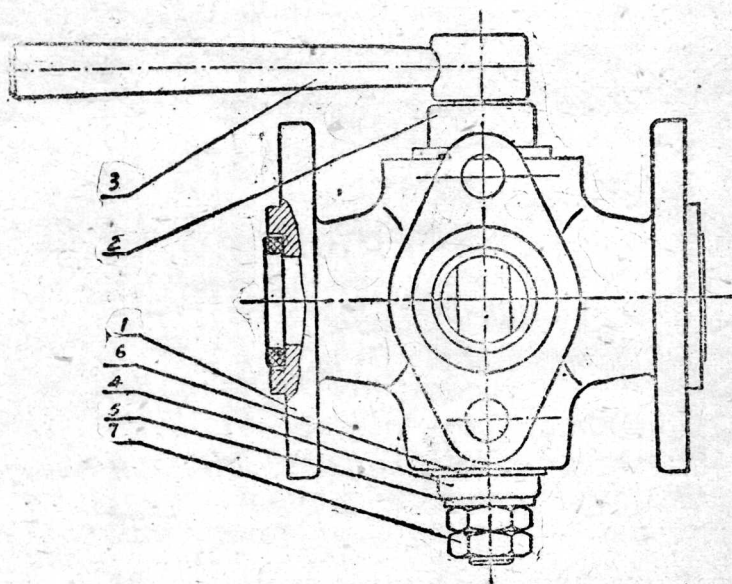

图 134. 三通水門
15. 三通水門（如图 134）：由外套、开关、把手等所組成。是調节水量至井內与回水管之裝置。